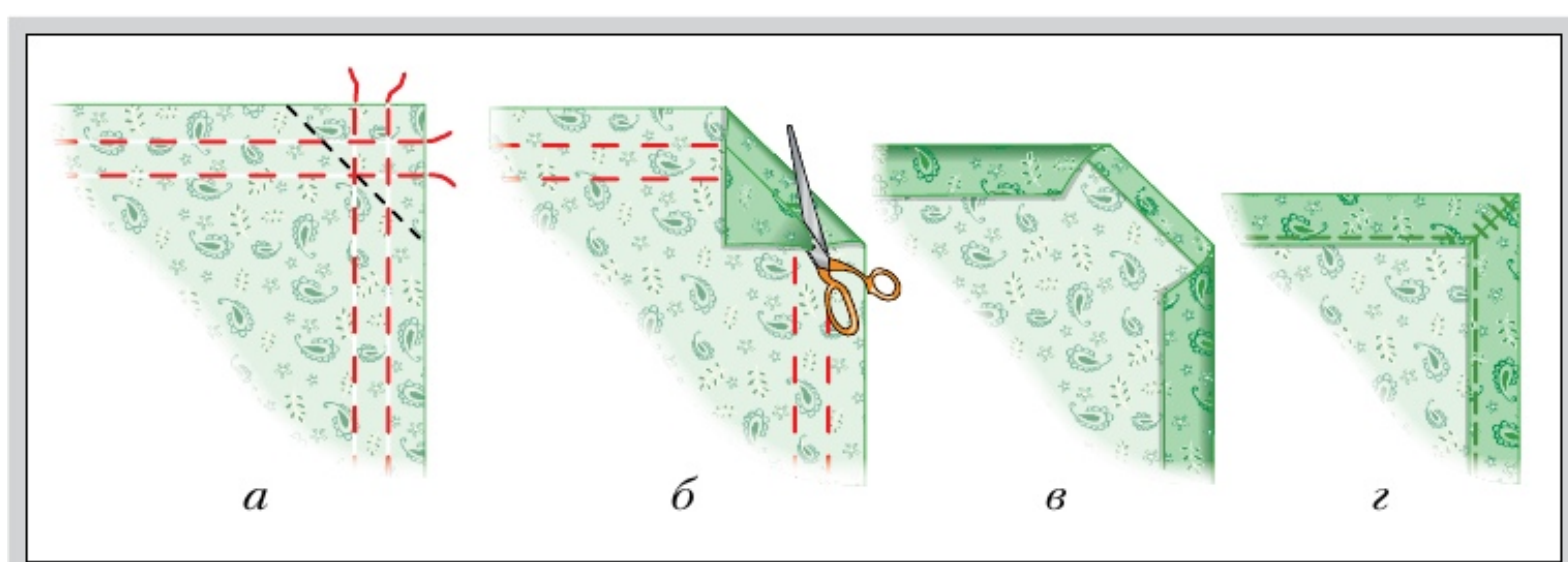

Рис. 138. Обработка салфетки швом вподгибку с закрытым срезом (*а–г*)
4. Проложить строчки прямых стежков по всем меловым линиям ниткой контрастного цвета в одно сложение (рис. 138, *а*). Это линии перегиба.
2. Срезать уголок, оставив припуск 10 мм (рис. 138, *б*).
1. Подогнуть каждый срез салфетки сначала по внешней линии перегиба, обозначенной прямыми стежками ниткой контрастного цвета (рис. 138, *в*), а затем ещё раз — по второй.
3. Сгибы уголка сшить вручную мелкими потайными стежками (рис. 138, *г*).